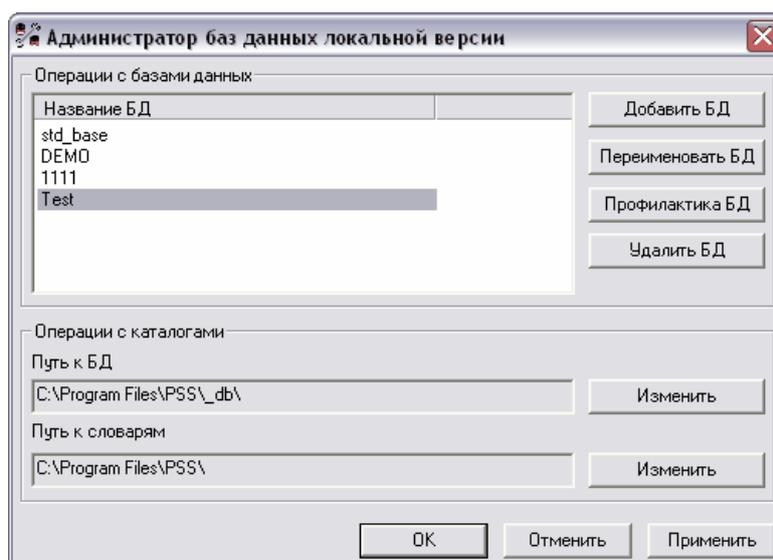

Рис. 6.
- Нажмите на кнопку **Ок**. Созданная база появится в списке БД (Рис. 6). Если БД создавалась на основе файла, то файлы БД источника будут скопированы в папку с локальными базами данных.
Для изменения пути нажмите на кнопку **Изменить**, находящуюся справа от поля отображения путей (Рис. 6). При этом появится окно изменения пути (Рис. 10).